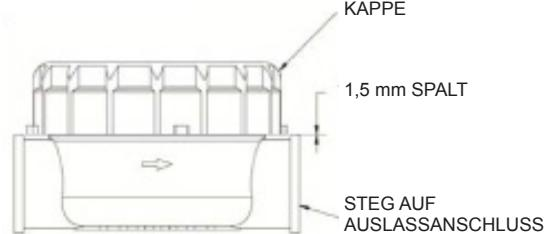

Abb. 3
5. Die Zählerkappe handfest anschrauben. Zur Prüfung der Festigkeit sollte zwischen Kappe und Rippe am Auslassanschluss ein 1,5 mm breiter Spalt sein (siehe Abb. 3).